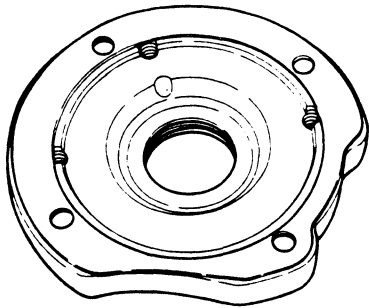
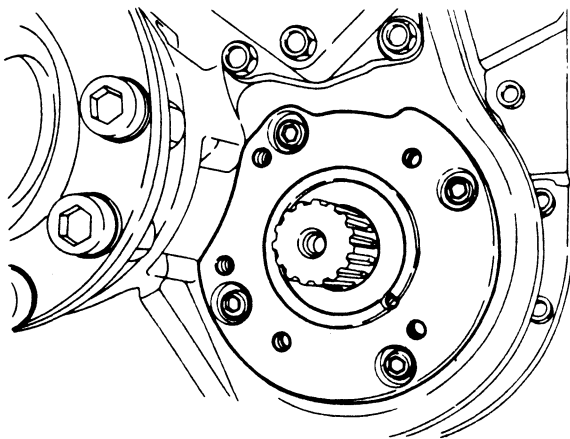

Fig. 2
Fig. 3
3. Adapterring met pakking (Fig. 2) monteren (Fig. 3)
14. Breng de pakking (vloeibare pakking) aan op de adapterring (zie Fig. 3).